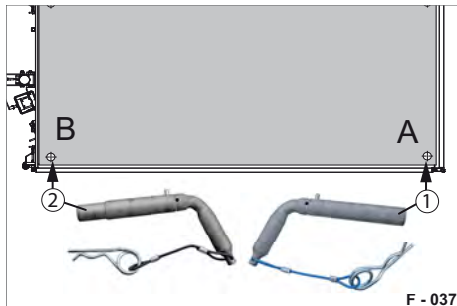

Abb. 60 Steckbolzen in Fahrtrichtung links eingesteckt
- ▶ Stecken und sichern Sie die Steckbolzen (Abb. 60/1 & Abb. 60/2) auf der Linken Anhängerseite ein. Die Kiplager auf der Rechten Anhängerseite sind freigegeben.